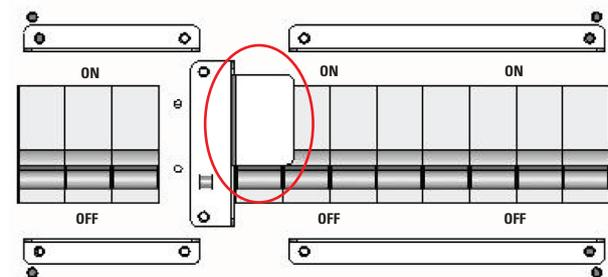

Fig. 37. Bloqueo mecánico del interruptor de bypass de mantenimiento del SAI.
3. Retirar el bloqueo mecánico del interruptor de bypass manual del SAI (Q5): destornillar los tornillos provistos, y retirar la tapa metálica (ver Fig. 37).
10. Reponer el bloqueo mecánico del interruptor de bypass manual del SAI: atornillar la tapa metálica con los tornillos provistos (ver Fig. 37).